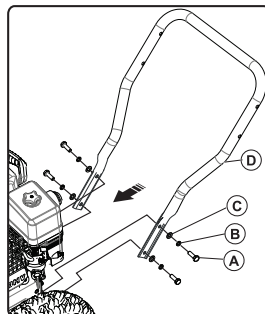

Рис. 1
- Выкрутите шестигранный фланцевый болт M8 × 20 (A) из бокового отверстия коробки, установите нижнюю планку рукоятки (D); затем используйте плоскую шайбу 8 (B), пружинную шайбу 8 (C), шестигранную головку M8 × 20 (A) Закрепите нижнюю планку рукоятки (C) в отверстиях с обеих сторон коробки (см. рис. 1).
Добавьте 0.6 л смазочного масла в картер бензинового двигателя (см. рис. 1).
Масло. Рис. 1